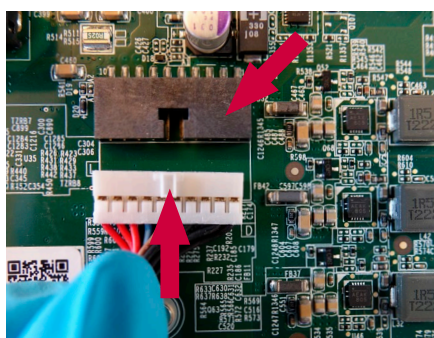

Figura 27 Ricollegare il connettore della batteria
- a) **Ricollegare la batteria al connettore della batteria (v. Figura 12 e Figura 27)**